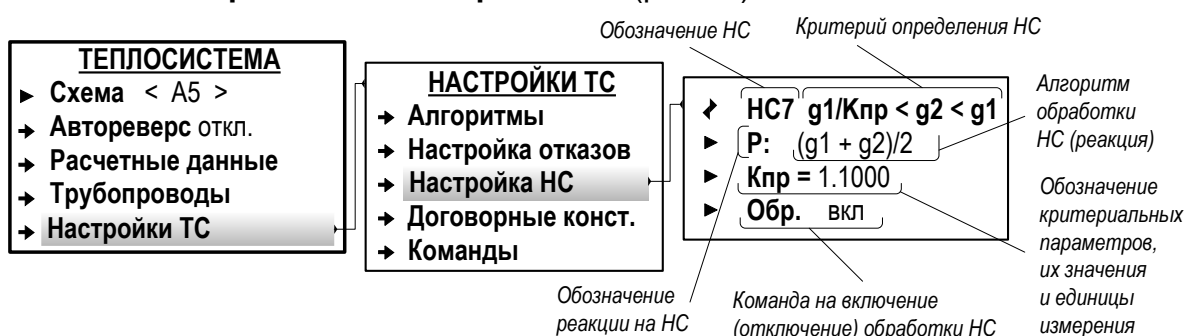

Рис.34. Вид меню настройки обработки НС (режим СЕРВИС).
7.7.3.1. Настройка обработки НС выполняется в меню **Теплосистема / Настройки ТС / Настройка НС** (рис.34).